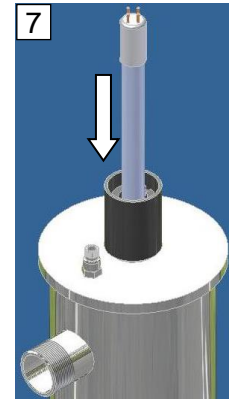
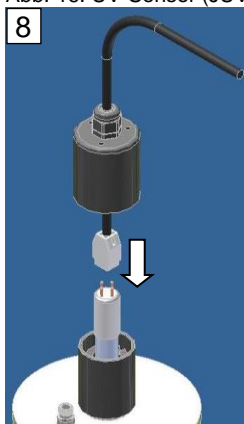
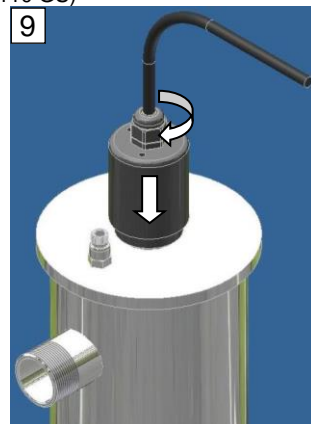

Abb. 18: UVC-Strahler
Abb. 19: Anschlussstecker
Abb. 20: Schutzabdeckung
- Den Anschlussstecker des UV-Sensors (Abb. 19) lösen (⌚) und diesen vom UV-Sensor abziehen.
- Die Distanzfeder (Abb. 20) und anschließend den UVC-Strahler (Abb. 18) vorsichtig in das Quarzrohr einführen.
- Den UVC-Strahler ordnungsgemäß mit dem Anschlussstecker (Abb. 19) verbinden und anschließend die Schutzabdeckung (Abb. 20) bis zum Anschlag Richtung Bestrahlungskammer schieben und Kabelverschraubung festziehen.